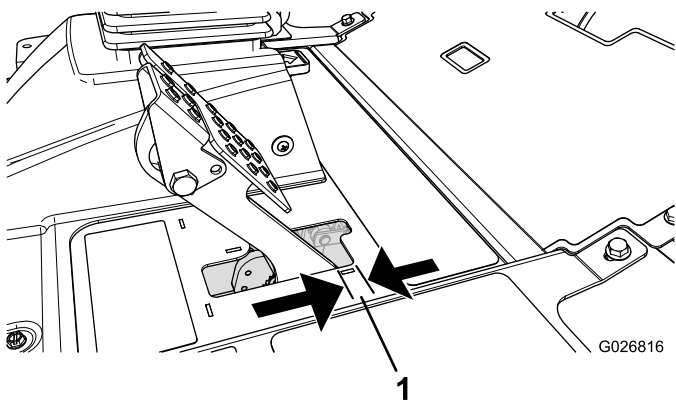

Figura 112
4. Pise ligeramente el pedal de freno y mida la distancia que se desplaza el pedal sin ofrecer resistencia (Figura 112).
Nota: Ajuste los frenos si el pedal de freno tiene más de 2.5 cm (1") de holgura (Figura 112), o cuando se necesite más fuerza para frenar.
6. Apriete las tuercas traseras para mover el cable hacia atrás hasta que el pedal de freno tenga un recorrido libre de 6 - 13 mm ($\frac{1}{4}$ " - $\frac{1}{2}$ ") (Figura 112) antes de que el freno de estacionamiento entre en contacto con las ruedas.